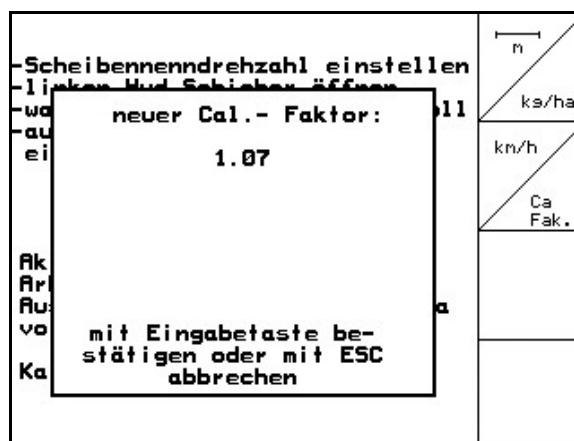

Fig. 55
6. Den nye kalibreringsfaktor vises og bekræftes med  eller kasseres med  (Fig. 55).